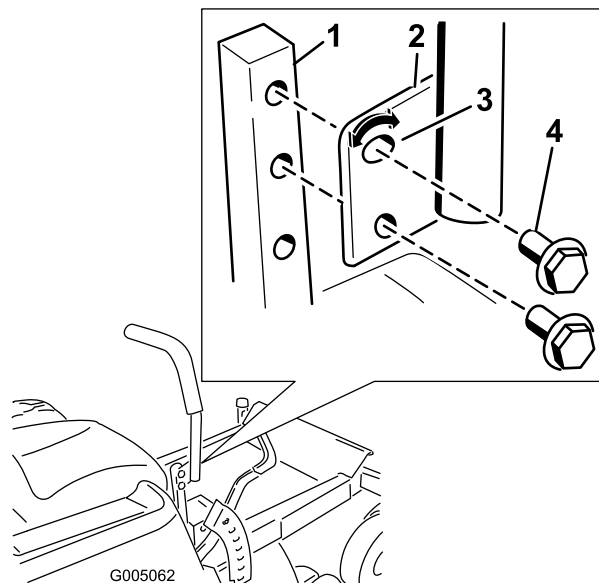

Bild 19
1. Entfernen Sie die beiden Schrauben, mit denen der Schalthebel am Schalthebelarm befestigt ist (Bild 19).
2. Setzen Sie den Schalthebel in die nächste Lochposition. Befestigen Sie den Hebel mit den zwei Schrauben (Bild 19).
2. Lösen Sie die untere Schraube genug, um den Schalthebel nach vorne oder hinten zu drehen (Bild 19). Ziehen Sie beide Schrauben fest, um den Schalthebel in der neuen Stellung zu arretieren.